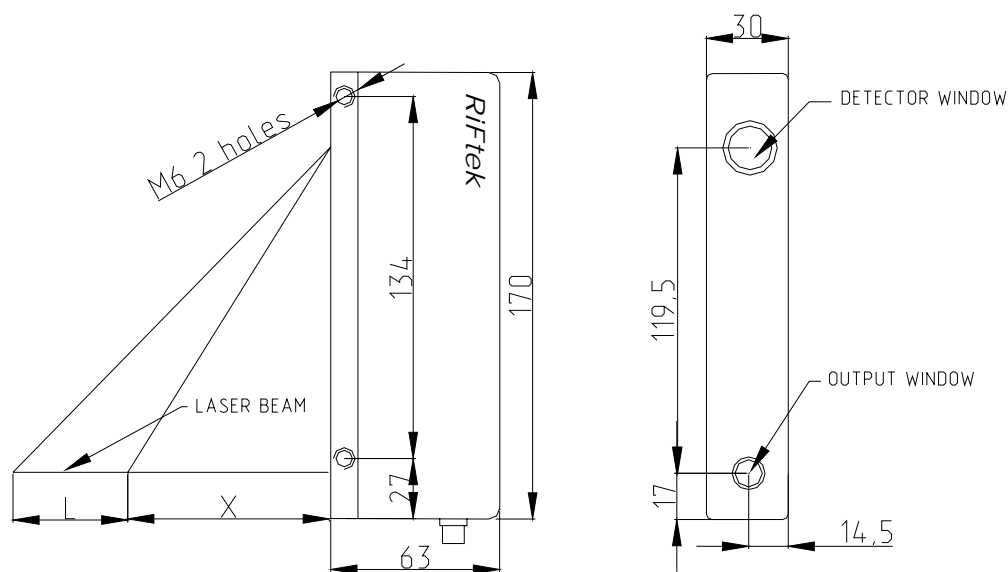
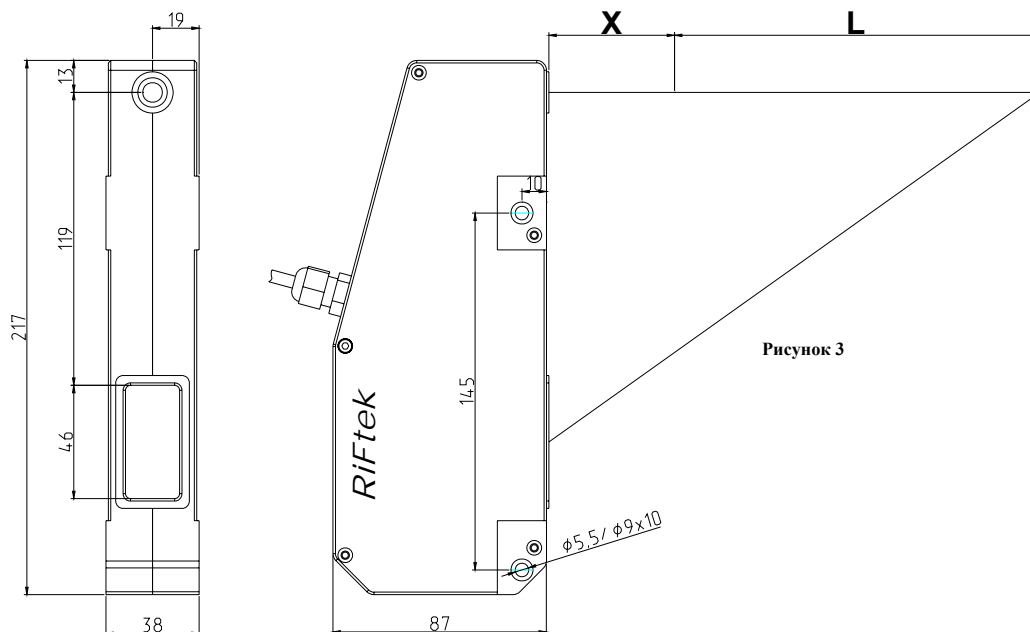

Рисунок 2
Рисунок 3
5.1. Габаритные и установочные размеры датчиков показаны на рис.2 и рис.3. Корпус датчика выполнен из анодированного алюминия. На передней панели корпуса расположены два окна: одно – выходное, другое – для приема излучения, отраженного от контролируемого объекта. На одной из граней датчика установлен разъем (кабельный ввод) для подключения питания и линий интерфейса. Для установки в оборудование корпус датчика содержит крепежные отверстия.